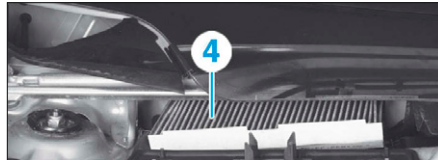

FIG. 3
- Extraire le filtre à air d'habitacle (4) (Fig.3).